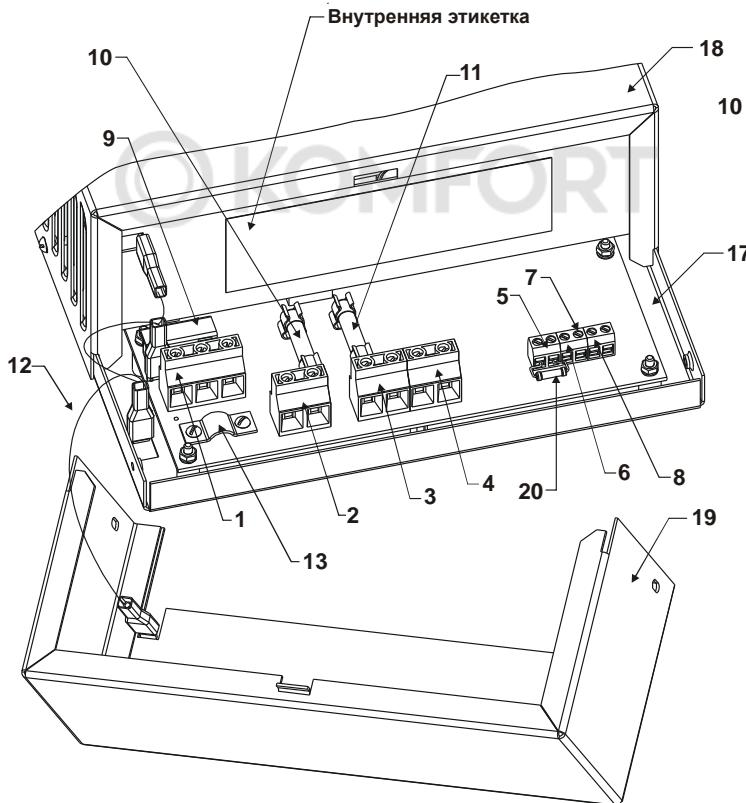

Рисунок 1
Источник размещен в металлическом корпусе, состоящем из днища, кожуха основного и кожуха монтажного отсека. Кожух основной скрывает радиоэлементы, не требующие обслуживания при эксплуатации источника, под кожухом монтажного отсека расположены элементы коммутации и защиты (рисунок 1), которые размещены на печатной плате.
Снимите кожух монтажного отсека поз.19 рисунок 1 для доступа к элементам коммутации и защиты. При необходимости отсоедините перемычку заземления поз.12 рисунок 1.
- ◆ Подключите, соблюдая фазировку, сетевые провода и провод заземления или шнур питания сетевой (входит в комплект поставки) к соответствующим контактам колодки «Сеть», пропустив их под прижимной планкой (поз.13 рисунок 1), предварительно ослабив фиксирующие ее винты не более чем на 4-5 оборотов, после чего затяните винты прижимной планки до обеспечения жесткой фиксации проводов.
- ◆ Закройте кожух монтажного отсека поз.19 рисунок 1, подсоединив к нему перемычку заземления поз.12 рисунок 1, если она была отсоединенна.